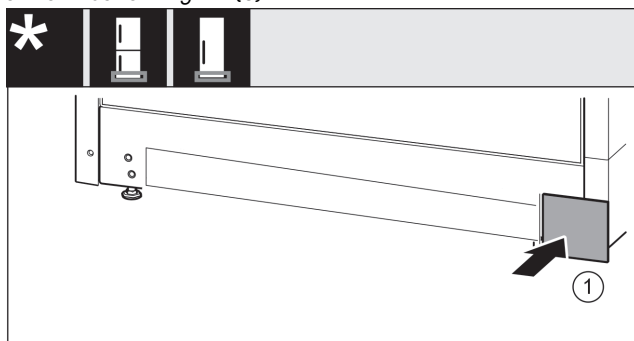

Fig. 15
- Sätt på täckplattan på den andra sidan igen. Fig. 15 (1)